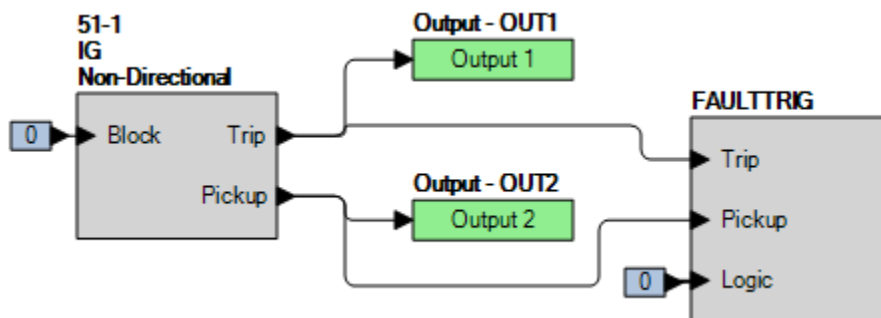

Figura 65-4. Ajustes de BESTlogicPlus (Modo IG)
Paso 2: Utilice BESTCOMSPPlus para configurar la Lógica programable de BESTlogicPlus, como se muestra en la Figura 65-4.
Paso 4: Prepárese para monitorear la operación de la función 51-1. El funcionamiento se puede verificar monitoreando OUT2 (consulte la Figura 65-4).
Paso 5: Conecte una fuente de corriente a los terminales D7 y D8 (IG).